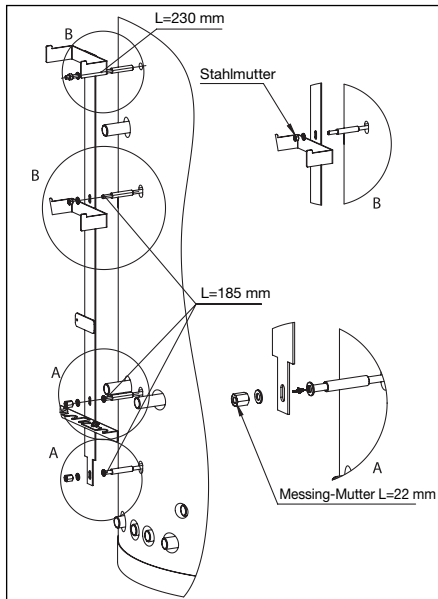

Abb. 8 Montage Gruppe Halterung
- Gruppe Halterung montieren (Abb. 8)
- Die Gewindestangen in die am Speicher angeschweißten Müttern einschrauben (Achtung: In die oberste Mutter muss die Stange L = 230 mm eingeschraubt werden! In die unteren drei Müttern die Gewindestangen L = 185 mm einschrauben!) (Abb. 8)